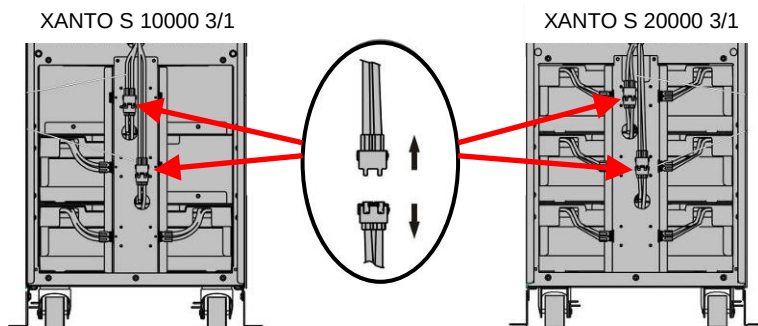

Figura 8: Scollegamento degli pacchi batterie interni
2. Scollegare gli inserti batterie interni (vedi Figura 8).